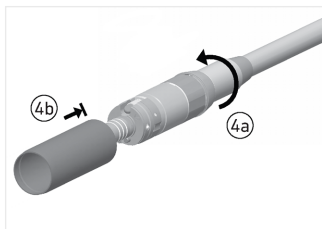

FIG. 4
3. Удерживая микромотор, полностью накрутите гайку шланга на заднее соединение микромотора (рис. 4а).
4. Установите на место стерилизуемую муфту (рис. 4б). При выполнении этой операции следует соблюдать особую осторожность, чтобы не повредить уплотнительное кольцо на передней части микромотора при установке муфты.